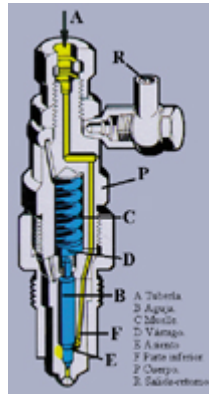

Fig. 35
La **fig. 35** representa la sección de un inyector de varios orificios en el que el combustible, procedente de la bomba, llega por la tubería (A) hasta la parte inferior (F) de la aguja (B). La presión del gas-oil levanta la aguja (B) y el vástago del inyector (D) comprimiendo el muelle (C), saliendo el combustible a presión; en cuanto cesa la presión procedente de la bomba, el muelle (C) lanza el vástago (D) y la aguja (B) contra el asiento (E), cerrando la salida.